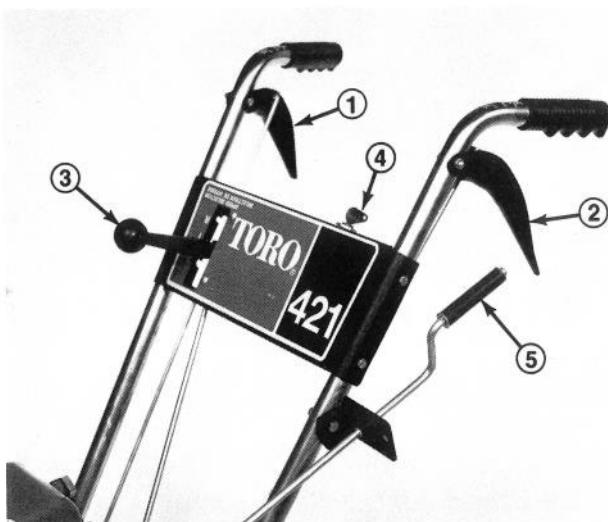

Abb. 16
Räumwerkkupplungshebel (Abb. 16) — Dieser Hebel hat zwei Stellungen, nämlich EIN und AUS. Zum Einschalten von Räumwerk und Gebläse drückt man den Hebel gegen den rechten Griffholm. Zum Ausschalten lässt man den Hebel wieder los.
Antriebskontrolle (Abb. 16) — Um Antrieb zu betätigen, den Hebel gegen den linken Griffholm drücken. Um Antrieb zu stoppen, den Hebel loslassen.
Geschwindigkeitsschalter (Abb. 16) — Dieser Hebel hat vier Stellungen: Rückwärts, 1, 2 und 3. Zum Einlegen der Gänge bringt man den Hebel in die gewünschte Stellung. Der Hebel sperrt sich in jeder Gangstellung in die entsprechende Kerbe. Die Stellungen 1, 2 und 3 je nach Schneeverhältnissen verwenden.
Zündschloss (Abb. 16) — Das Zündschloss hat zwei Stellungen, nämlich EIN und AUS. Den Zündschlüssel auf EIN drehen, ehe man den Motor mit dem Rücklaufstarter anwirft. Zum Abstellen des Motors dreht man den Schlüssel auf AUS.
Auswurfschwenkkurbel (Abb. 16) — Dreht man die Kurbel nach rechts, so schwenkt der Auswurf nach links, dreht man die Kurbel nach links, so schwenkt der Auswurf nach rechts.
4. Den Zündschlüssel auf EIN drehen (Abb. 16).
1. Räumwerkkuplungshebel und Antriebskontrolle lösen (Abb. 16).
2. Die Drossel auf LANGSAM stellen und den Zündschlüssel auf AUS drehen (Abb. 16).